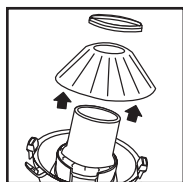

FIGURE 19
31. Pour déposer le filtre et le nettoyer, déposer la bague de fixation et le filtre de la cage du couvercle. **FIGURE 19.** Pour nettoyer le filtre sec réutilisable, le secouer pour enlever la poussière et les saletés ou bien, en fonction de l'état dans lequel il est, le rincer à l'eau, puis le laisser sécher complètement avant de le reposer.